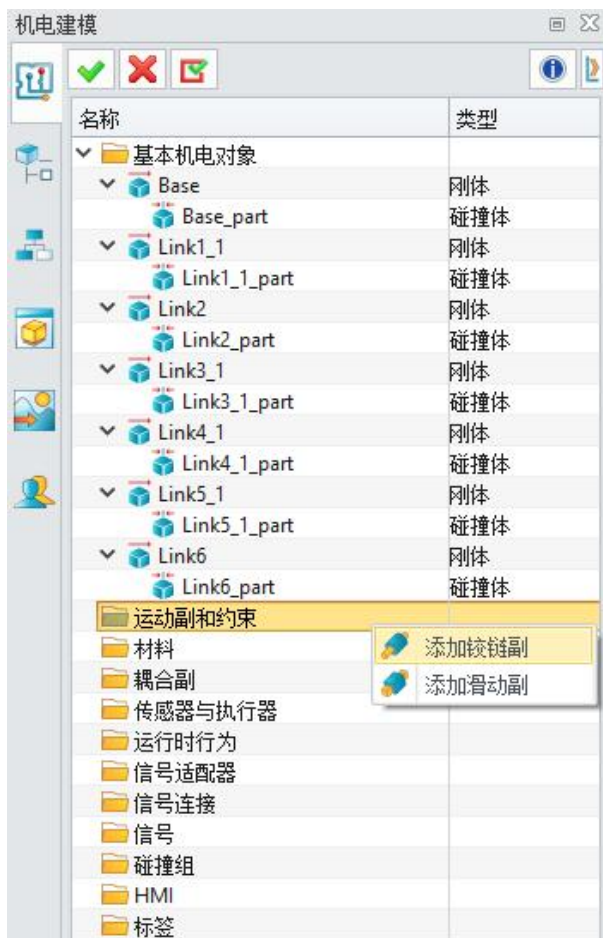

图 8-11：添加铰链副
- 对七个关节组件对象逐一右键单击并选择“添加刚体”（图 8-11）。